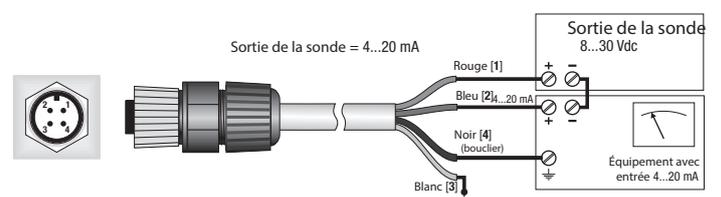

Figure 4.2: Schéma de connexion de LP UVI 02 AC.
- Le LP UVI 02 AC, avec une alimentation adéquate, peut être raccordé à un multimètre ou à un enregistreur de données selon le schéma suivant (figure 4.2), la résistance à la charge pour la lecture du signal doit être de 500 Ω :